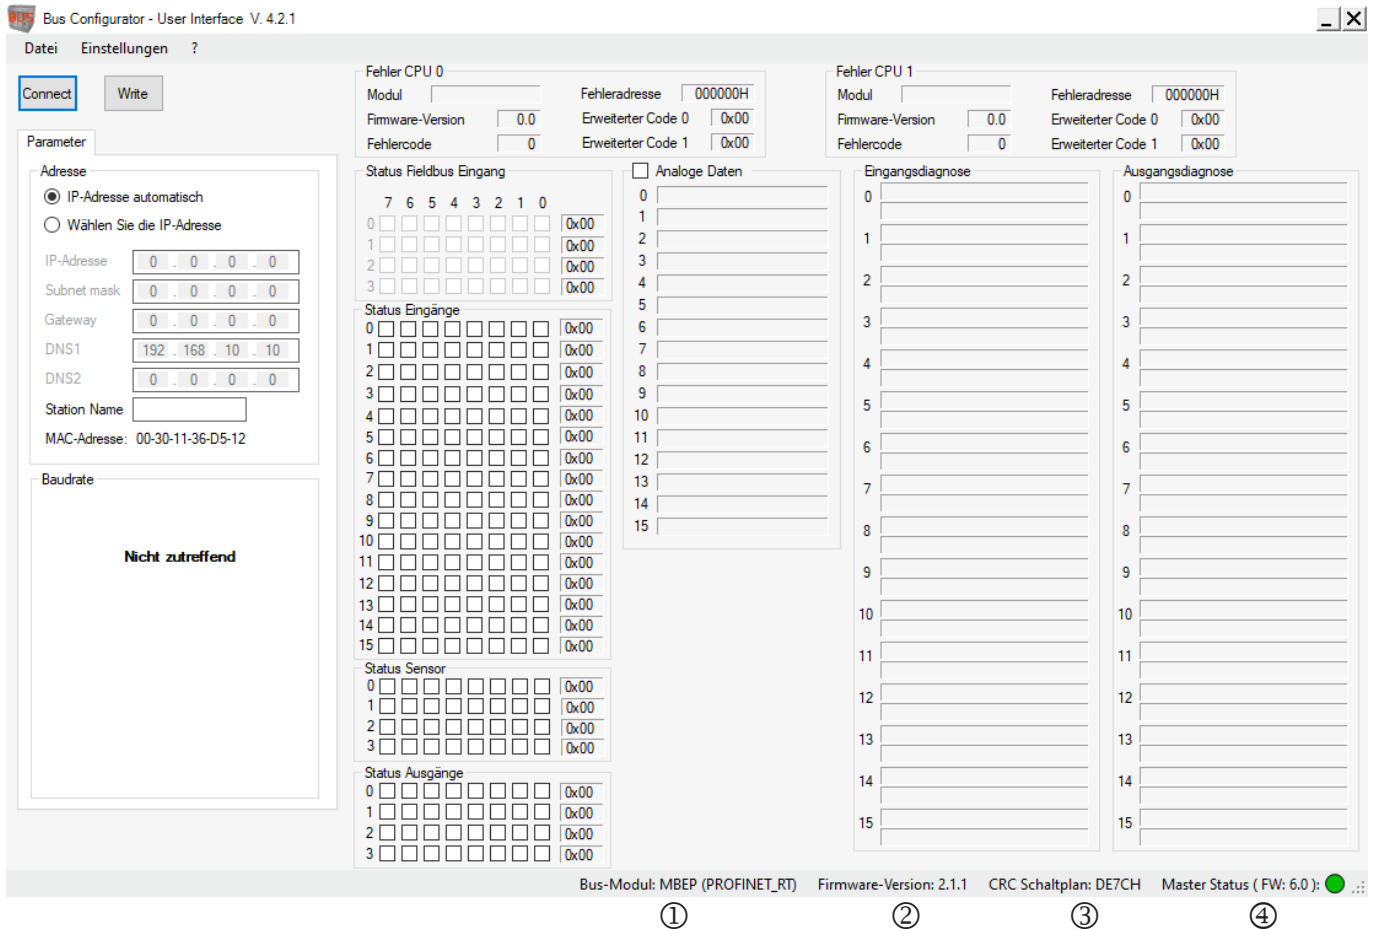

Bild 13: Bus Configurator – User Interface, Bus-Konfigurator Info
Das Programm erkennt, dass ein Feldbusmodul angeschlossen ist (Bild 13). Die Statusleiste zeigt das Feldbusmodell ①, die Firmware Version des Feldbusmoduls ②, die schematische CRC ③ und den Status und Firmware Version des Basismoduls ④ an:
Nachdem die Verbindung zum Feldbusmodul hergestellt und das Feldbusmodul erkannt wurde, können die Parameter konfiguriert werden (siehe Bild 13). Durch klicken auf die Schaltfläche **Write** werden die Konfigurationsdaten an das Modul übertragen.